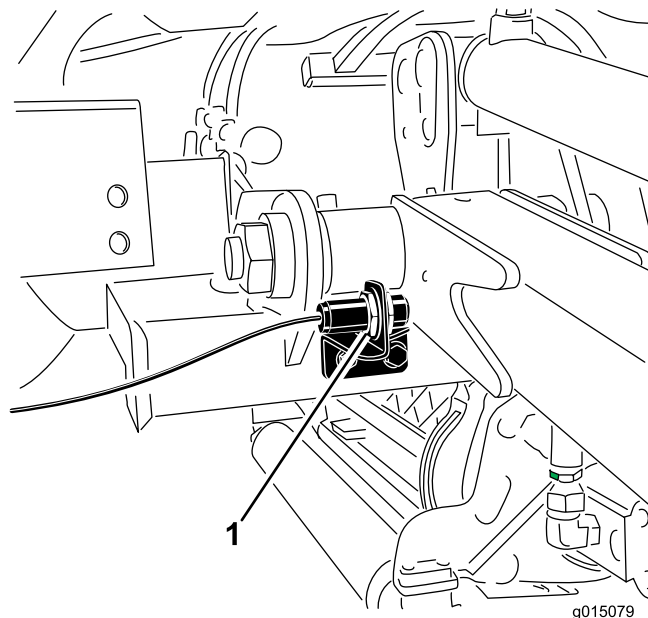

Bild 42
2. Der Hubarmschalter befindet sich hinter dem rechten vorderen Hubarm (Bild 42).
3. Lösen Sie die Befestigungsschrauben des Schalters (Bild 42) und schieben Sie den Schalter nach oben, um die Wendehöhe des Hubarms zu erhöhen, oder schieben Sie den Schalter nach unten, um die Wendehöhe des Hubarms zu verringern. Ziehen Sie die Befestigungsschrauben fest.